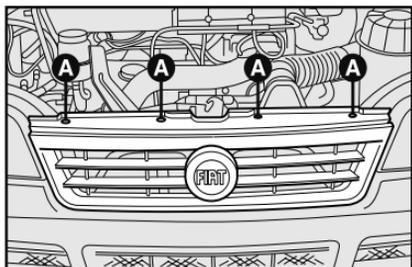

fig. 9
1) separe la rejilla anterior aflojando los cuatro tornillos **A**-fig. 9;